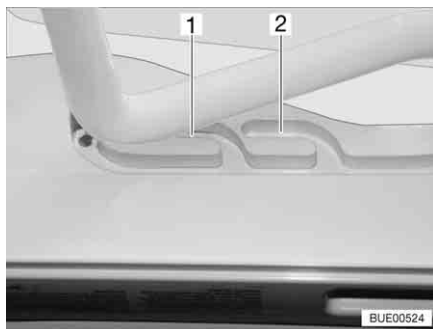
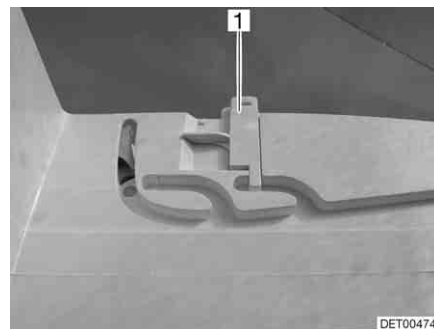

Fig. 36 Oblò Heki in posizione di ricircolo d'aria
Fig. 37 Bloccaggio della posizione di ricircolo d'aria
È possibile portare l'oblò Heki in due posizioni di ricircolo d'aria: Posizione brutto tempo (Fig. 36,1) e posizione centrale (Fig. 36,2). A seconda del modello è possibile bloccare l'oblò nella posizione centrale con il chiavistello (Fig. 37,1).
- Premere la staffa leggermente verso l'alto, spingerla nella guida selezionata (Fig. 36,1 o 2) ed eventualmente bloccarla.